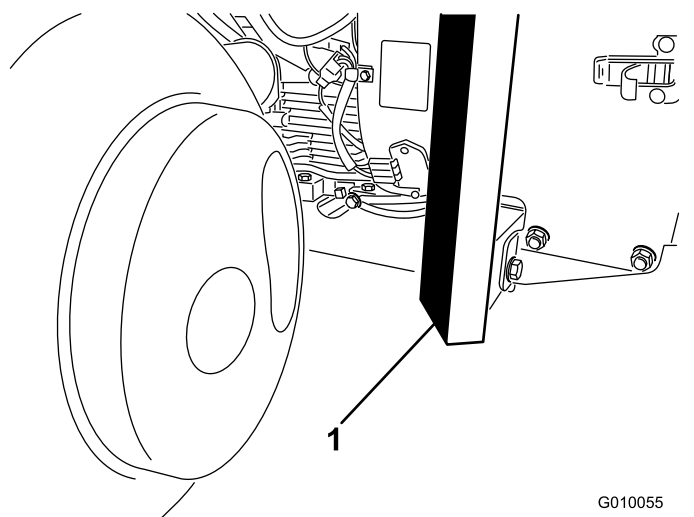

図 41
3. 機体前部のフレームの下にジャッキを確実に置く **図 41**。